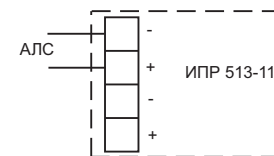

Рисунок 4 – Схема подключения извещателя
6.12 Подсоединить провода АЛС к клеммным соединителям (положительный провод АЛС – к клеммным соединителям с маркировкой «+», отрицательный – к клеммным соединителям с маркировкой «-»). Маркировка клеммных соединителей нанесена на плате (см. рисунок 4).